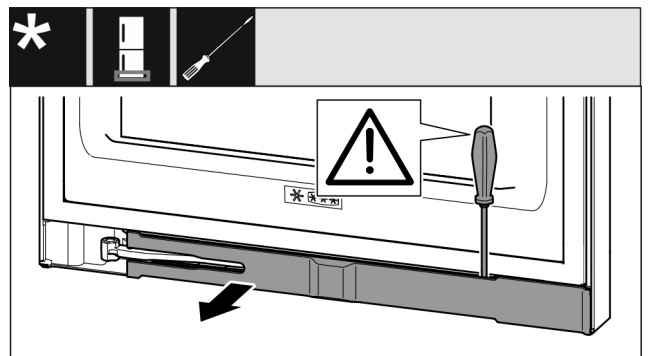

Fig. 15
▶ 使用带槽螺丝刀松开隔板并把它转到一边。(参见 Fig. 15)